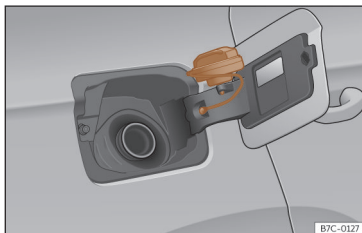

Fig. 190 Tampa do depósito com o tampão encaixado.
- Coloque-a no espaço existente na dobradiça da tampa aberta»» **Fig. 190**.